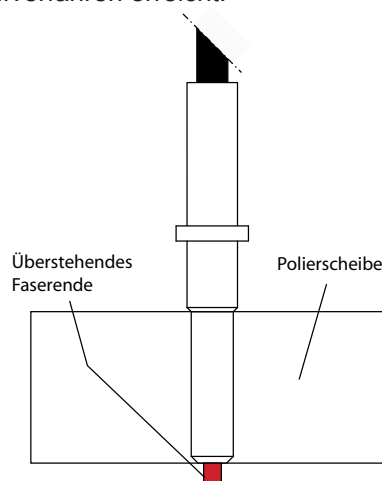

Bild 8 Polierscheibe mit Führung der Steckverbinderhülse
- Den Steckverbinder in die Polierscheibe (910PS0SC00001) wie in Bild 8 stecken und das überstehende Faserende mittels 1000 Polierbogen auf einer glatten Unterlage (z.B. Glas-scheibe) abschleifen und auf 4000 Polierbogen polieren.